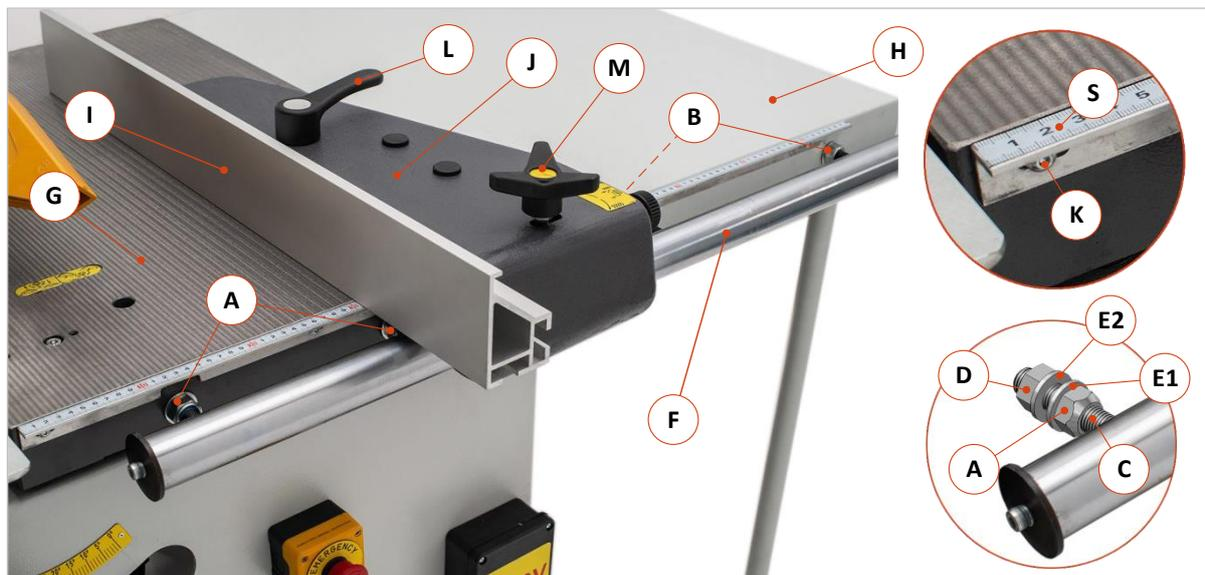

Abbildung 43: Montage des Parallelanschlags
- Lösen Sie hierzu den Klemmgriff (M) und schieben Sie den Anschlag ganz nach hinten.
- Um den Anschlag ganz nach unten (270°) wegzuklappen, verschieben Sie ihn so, dass er nicht auf dem hinteren, in ↪ Abbildung 43 gezeigten, Gewindebolzen (C) aufliegen kann.